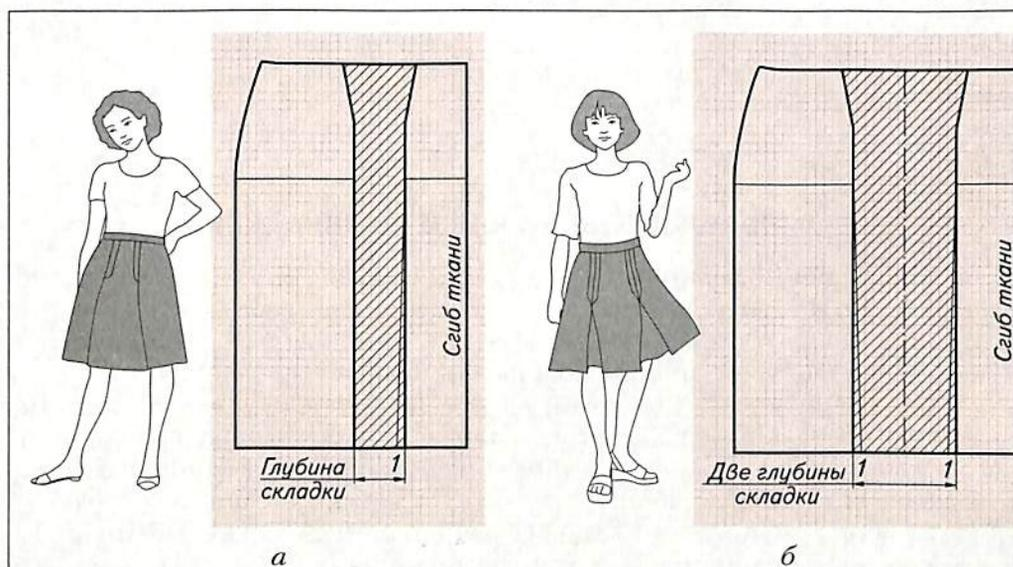

Рис. 41. Моделирование складки, расположенной по осевым линиям вытачек: *а* – односторонней; *б* – двусторонней (встречной)
2. Складки, расположенные по осевым линиям юбки. Осевые линии вытачек продлить до линии низа, разрезать по ним выкройку и раздвинуть для односторонней складки на величину, равную глубине складки (рис. 41, а). Для двусторонней (встречной) складки – на две глубины (рис. 41, б).